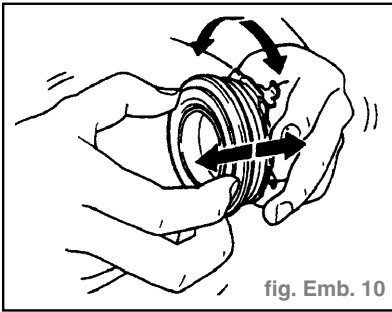

fig. Emb. 10
- Tourner le manchon tout en exerçant une pression dans le sens axial. (fig. Emb. 10)